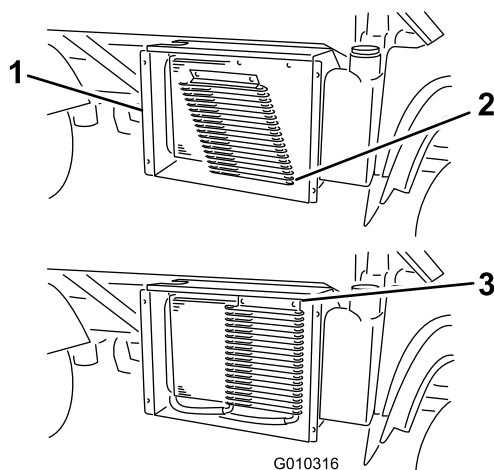

Рисунок 58
3. Поверните защелки и откиньте от радиатора масляный охладитель (если это предусмотрено) (Рисунок 58).